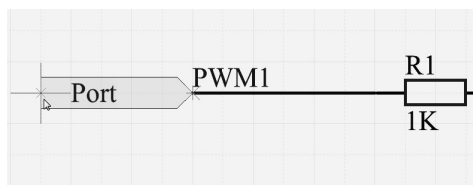

图 5-1-9 鼠标指针移至引线上
③ 将鼠标指针移至标有“PWM1”网络号的引线上，如图 5-1-9 所示。